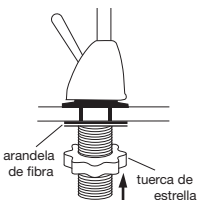

Figura 2
- Desde abajo del fregadero, deslice la arandela de fibra de 2 1/4" sobre la base del grifo. Reinstale la extensión roscada en la base hasta que quede apretada. Enrosque la tuerca de estrella en la extensión hasta que quede apretada (Vea la Figura 2).